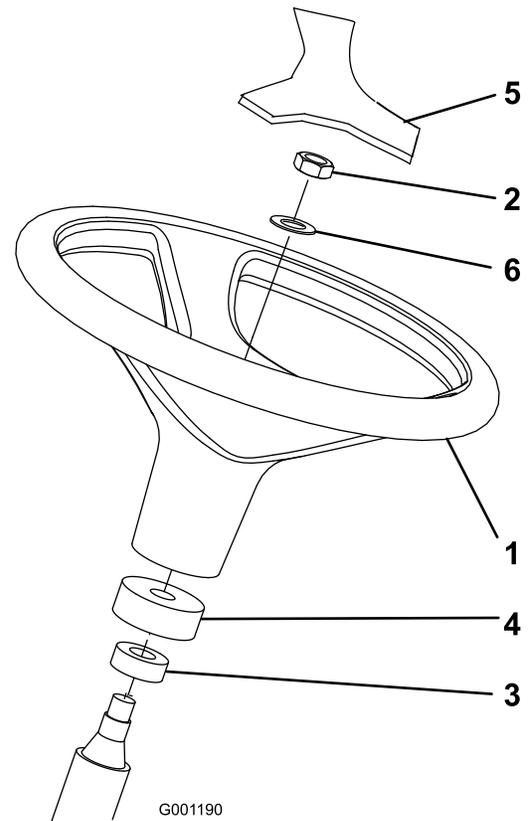

Figura 3
2. Togliete il controdado e rondella dal piantone del volante. Verificate che il piantone sia provvisto di collare in schiuma sintetica e coperchietto antipolvere (Figura 3).
3. Collocate il volante e rondella sul piantone (Figura 3).
5. Montate il coperchietto sul volante (Figura 3).